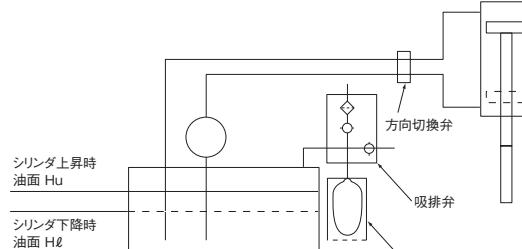
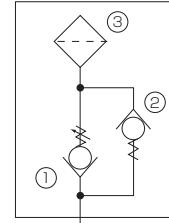

図2 ハイドロラグの使用例
図3 給排弁回路図
図2に一例として示すように、油圧シリンダの作動によって、ピストンロッドの体積の分が油面の変動を起こします。このとき、ハイドロラグはオイルリザーバーの空気室の増減を吸収します。すなわち、油面の上昇時にはハイドロラグのゴム袋を膨張し、油面が低下するにつれて収縮します。ハイドロラグには吸排弁(図3)が設置されていて、作動油の補給や機器の交換などで、油量が大きく変動する際にも対応するようになっています。油量が低下してゆくとハイドロラグのゴム袋は収縮し、なおかつ油面の低下が続くと、フィルタ③を通してバキュームバルブ②より大気を吸引し、逆に油面が上昇したり空気室の圧力が高くなってくると、ゴム袋は膨張したのちリリーフ弁①から空気が外部へ排出されます。